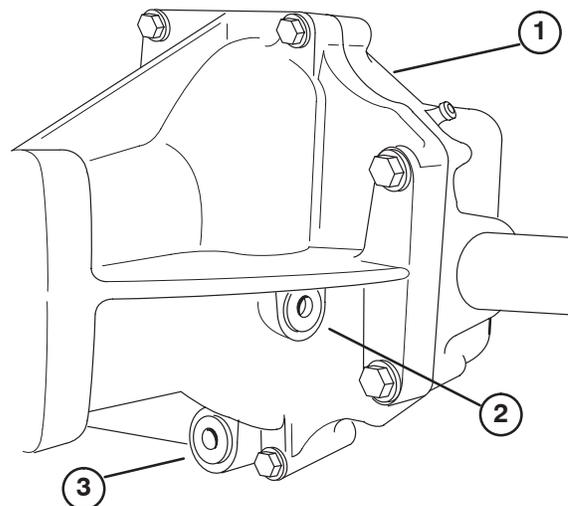

Bild 56
2. Entfernen Sie die Ablassschraube aus der Seite des Behälters (Bild 56) und lassen das Öl in eine Wanne ablaufen.